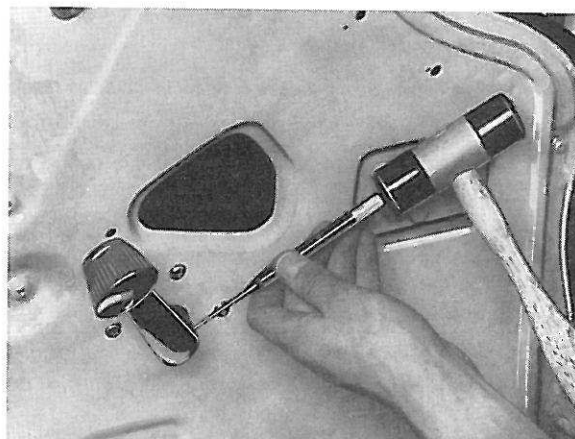

Figure 11. Démontage de la poignée intérieure de porte
6. Démontez la poignée intérieure de porte en faisant sauter la clavette avec un poinçon (figure 11).